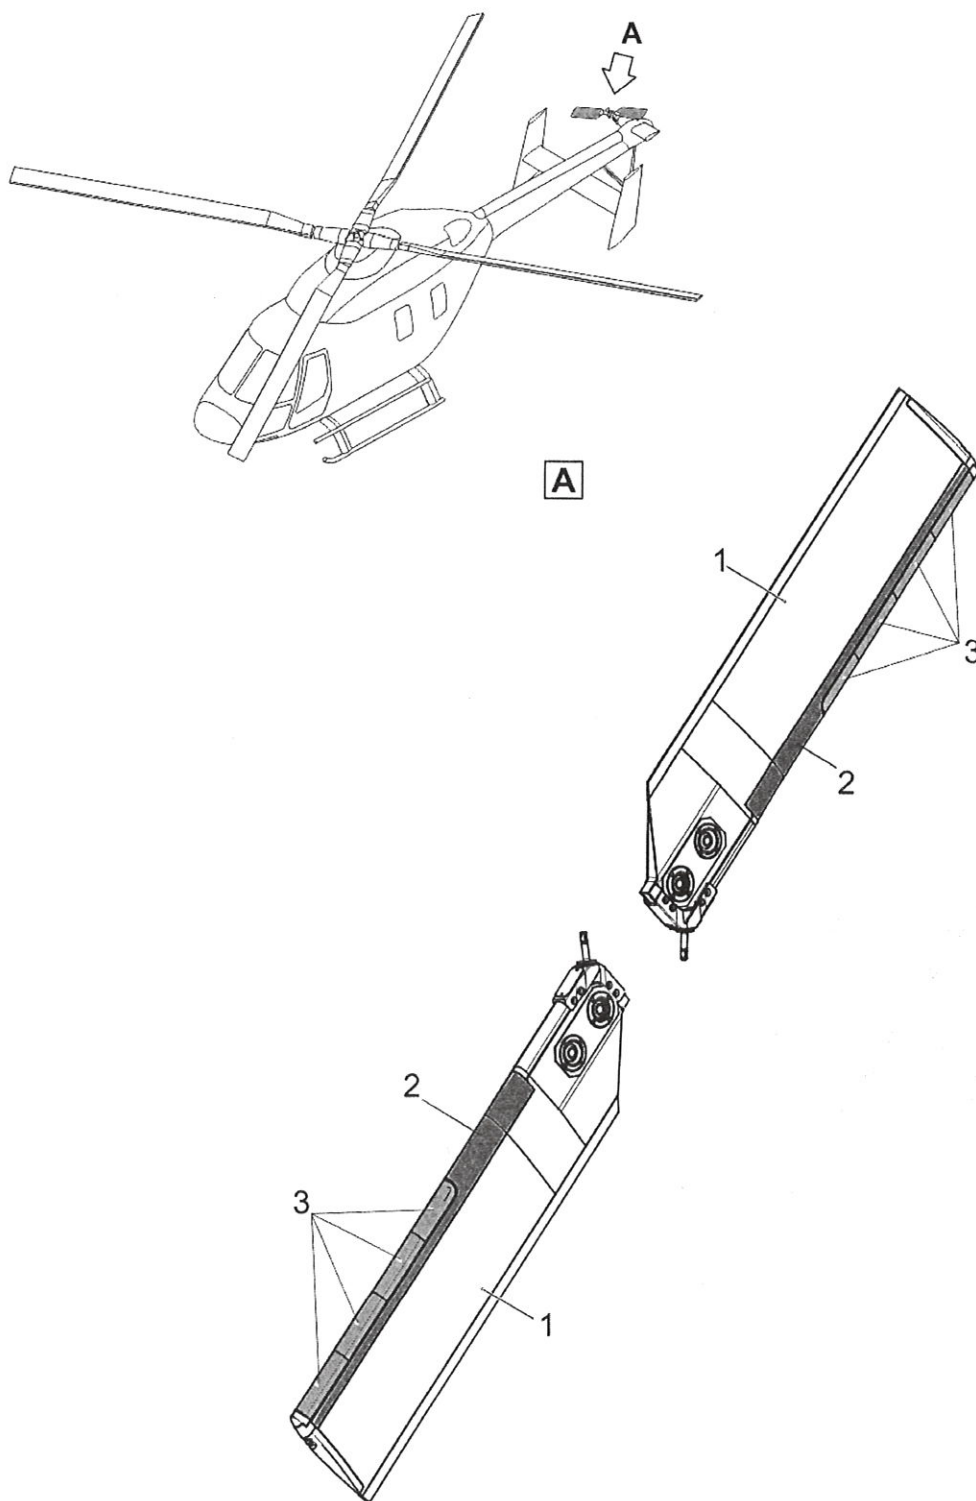

Рис. 1 Лопасть РВ
1. При проведении периодического технического обслуживания по форме «50 летных часов // 12 календарных месяцев» дополнительно выполнять проверку на отсутствие непроклеев накладок 333.3950.1200 и овок 333.3950.1203-03(05) (поз. 2 и 3, Рис. 1, Приложение 1) лопастей рулевого винта 333.3950.1000 по временной тех. карте 064.10.00к (Приложение 2), при этом в случае обнаружения непроклеев – рулевой винт от эксплуатации отстранить и направить в АО «Казанский вертолетный завод» для устранения дефекта.